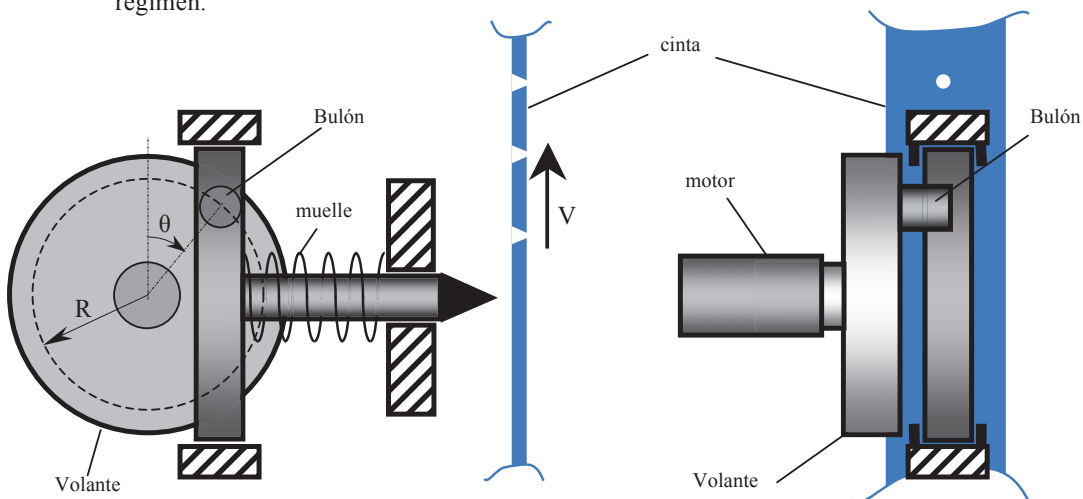

Figura 2.
C) Sea el sistema de punzonado de la figura 2, encargado de agujerear una cinta que se mueve verticalmente, sincronizada con el volante. Al motor se le aplica un momento motor constante M_m . La fuerza necesaria para realizar el agujero se aplica a lo largo de un ángulo del volante de 10° hasta que el punzón alcanza su posición extrema, durante el cual dicha fuerza varía linealmente desde un valor nulo hasta un valor máximo de $F_{max}=1000$ N. A excepción del volante, no se considerará la masa de ningún otro elemento y el muelle de la figura tiene una constante de rigidez $k=1000$ N/m. Dicho muelle presenta su longitud natural para $\theta=0^\circ$. El centro del bulón accionador se encuentra a una distancia $R=3$ cm del centro del volante. Adoptando el volante de inercia como elemento de reducción, se pide: (5p)